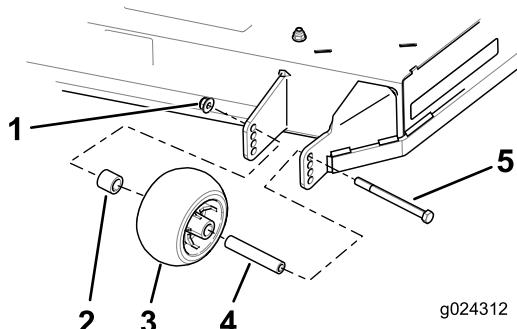

Figura 23
3. Retire la tuerca con arandela prensada, el rodillo protector de césped y el perno de la abrazadera (Figura 23).
4. Alinee el perno y el rodillo protector del césped con el taladro del soporte que corresponda a la posición de altura de corte más próxima (Figura 23).
5. Introduzca el perno en el taladro del soporte y sujeté el perno y el rodillo protector del césped con la tuerca con arandela prensada (Figura 23).